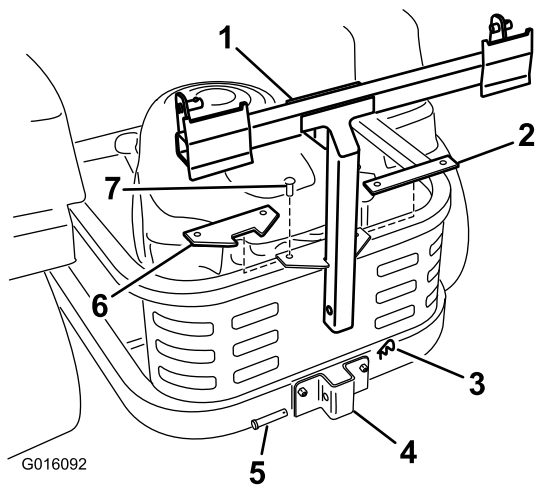

Figure 3
5. Retirez les fixations existantes qui retiennent la plaque entretoise rectangulaire sur le sommet du cadre du moteur et déposez la plaque (Figure 3).
6. Fixez la nouvelle plaque comme illustré à la Figure 3 avec les fixations retirées précédemment.
7. Fixez le bâti du dispositif de ramassage au support avec un axe de chape (1/2 x 2-1/4") et une goupille fendue (Figure 3).